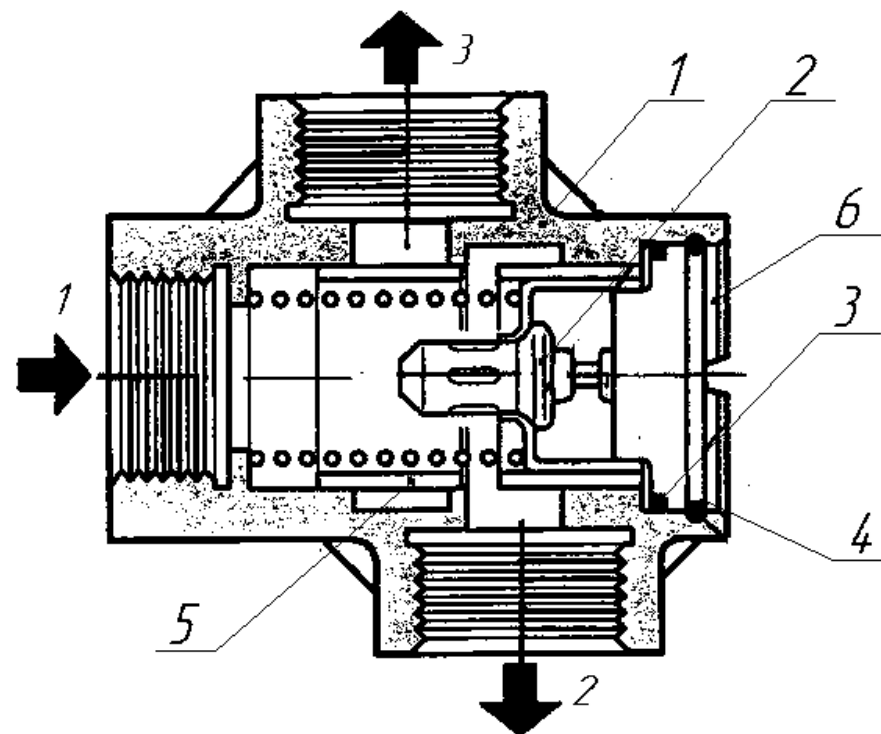

Рисунок 12. Термостат.
4.1.7 Термостат (рис.12) предназначен для поддержания оптимального теплового режима установки.